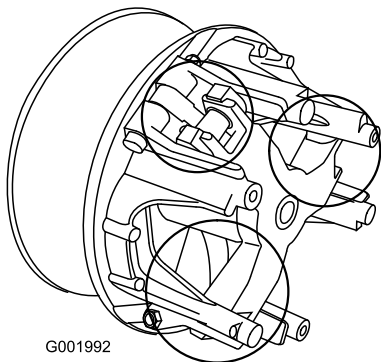

Figure 57
- Lubrifiez les pièces mobiles aux endroits indiqués par des cercles à la Figure 57 avec du lubrifiant sec en aérosol de marque Toro, disponible auprès des concessionnaires ou distributeurs Toro agréés.